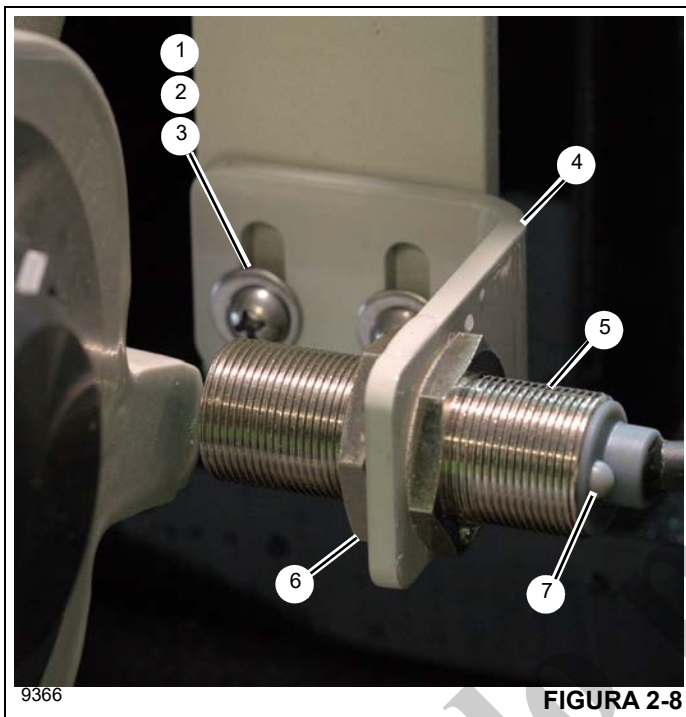

FIGURA 2-8
3. Retire los pernos (1, Figura 2-8), las arandelas de seguridad (2) y las tuercas (3) para retirar la placa (4) y el interruptor de proximidad (5) del chasis.
4. Afloje las contratuercas (6) y retire el interruptor de proximidad (5) de la placa (4).